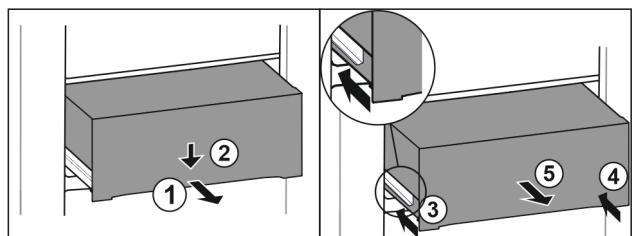

Fig. 105
- Изтеглете чекмеджето наполовина. Fig. 105 (1)
- Натиснете надолу чекмеджето от предната страна. Fig. 105 (2)
- Вкарайте лявата релса приблизително 2 см навътре. Fig. 105 (3)
- Вкарайте дясната релса приблизително 2 см навътре. Fig. 105 (4)
- Извадете чекмеджето напред. Fig. 105 (5)